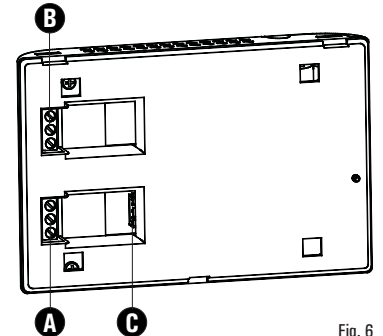

Fig. 6
Connecter ou une sonde à distance ou bien une interface téléphonique au connecteur 'C' indiqué sur la Fig. 6. La charge correspondante au thermostat doit être connectée à la borne 'A' indiquée sur la Fig. 6, alors que la charge correspondante à l'hygrostat doit être connectée à la borne 'B' indiquée sur la Fig. 6.
- 5 Fixer le corps de chrono-thermo-hygrostat à la plaque murale par la vis incluse dans la confection et qui se trouve à l'intérieur du compartiment des piles (Fig. 6).